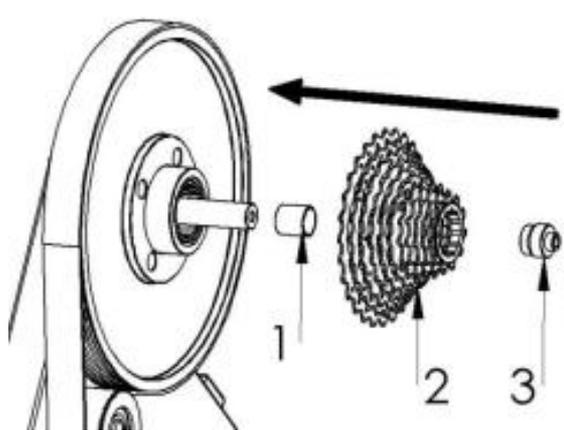
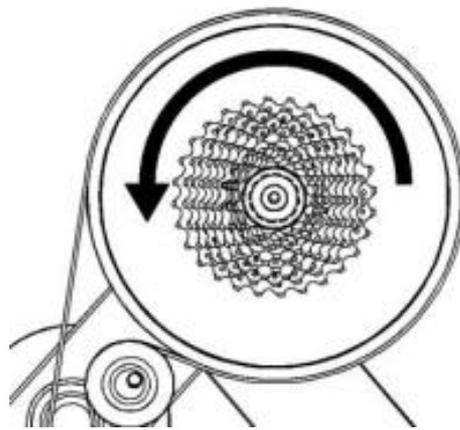

FIG 8
FIG 9
*Com o intuito de facilitar a montagem e lubrificação, esse item já vem inserido no eixo do Cyclotronics de fábrica, ver item 1 da FIG 8.
Inicialmente certifique-se que o calço interno do free hub (item 1 FIG 8) está inserido no eixo do SMART TRAINER CYCLOTRONICS. Insira o conjunto cassete/free hub (item 2 FIG 8). Para inseri-lo, empurre o conjunto para encaixar no anel dentado no centro da polia, girando no sentido da seta representada na (FIG 9) (sem realizar força em demasia), sentido o qual o free hub gira